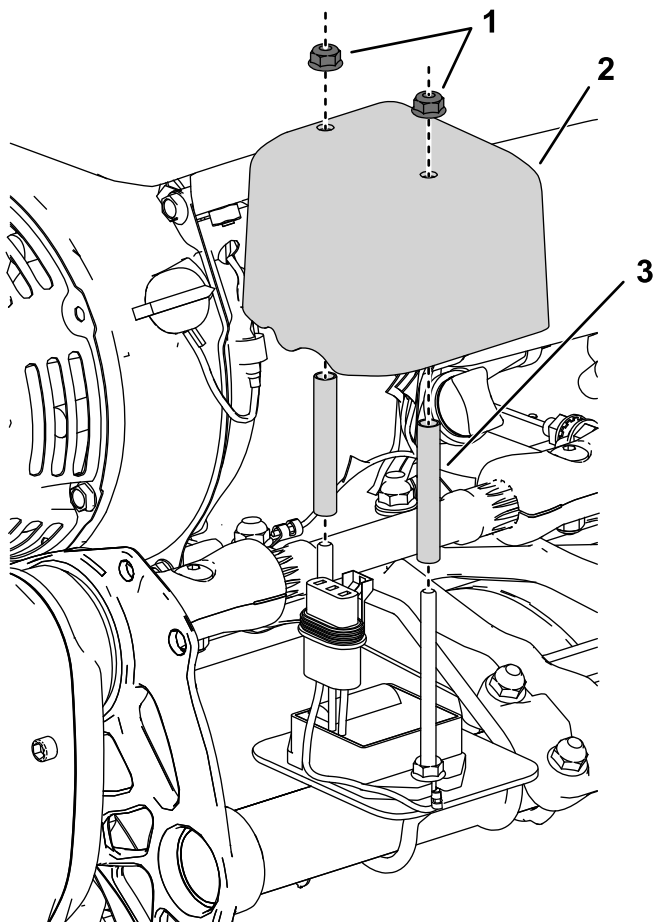

图 4
5. 将隔片和护盖安装到无线小时表上方线束连接如图 4 所示。